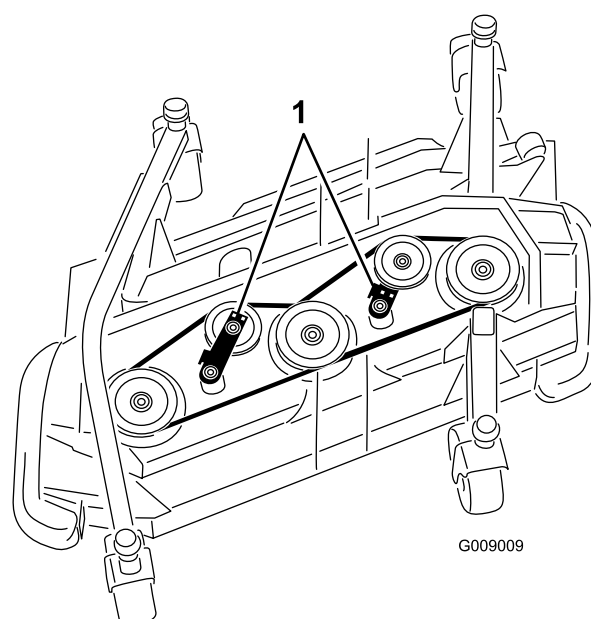

図 84
3. ラチェットレンチのようなものを使って、アイドラプーリ（図 84）を駆動ベルトから離してベルトの張りをなくし、プーリからベルトを外す。